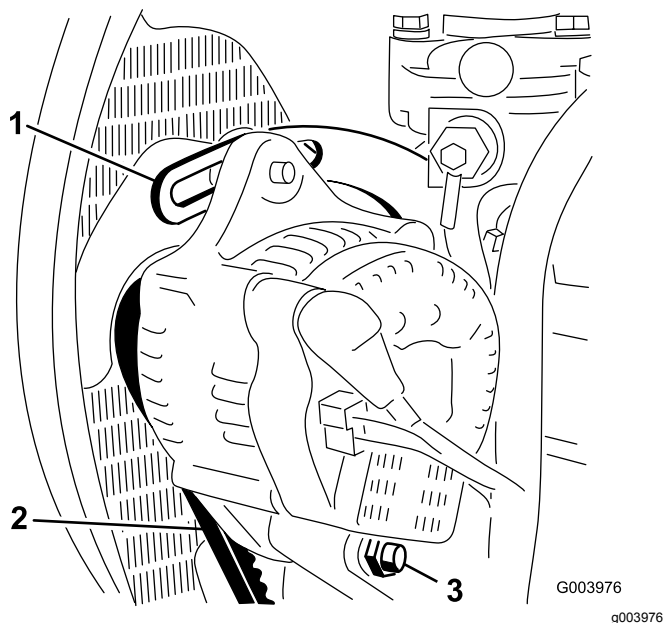

Figure 59
2. Contrôlez la tension de la courroie d'alternateur (Figure 59) en exerçant une force de 10 kg à mi-distance entre les poulies d'alternateur et de vilebrequin.
3. Desserrez le boulon de fixation du renfort au moteur (Figure 59), le boulon de fixation de l'alternateur au renfort et le boulon de pivot.